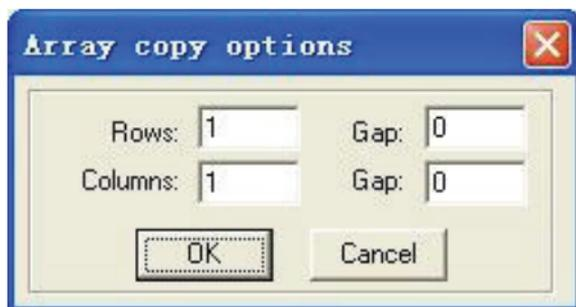

Рис. 11. Диалоговое окно тиражирования фигуры
**Аггау Сору (Тиражирование выделенного объекта).** Нажатие на эту кнопку позволяет размножить выделенную фигуру при помощи специального диалогового окна (рисунок 11). Введите соответствующие параметры, затем число изображений, копируемых в ряды и колонки. Зазор (Gap) означает расстояние между двумя смежными рядами или колонками.